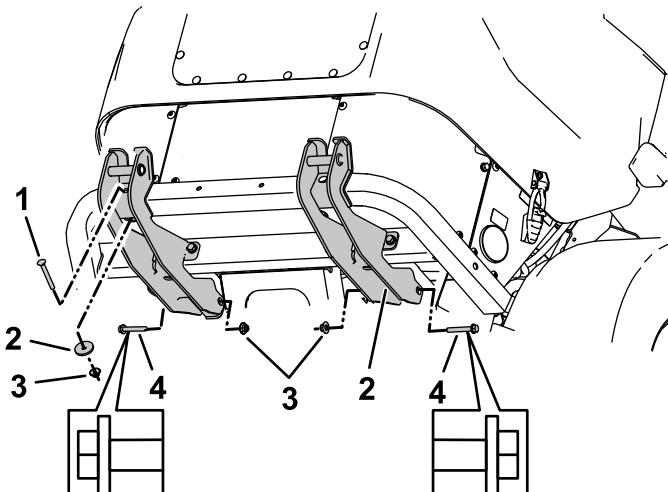

Figura 11
3. Instale provisionalmente 1 perno de cuello cuadrado (¾" x 3"), 1 arandela gruesa y 1 contratuerca (¾") en cada soporte de montaje inferior, a través de la parte delantera del parachoques trasero (Figura 11).
4. Instale provisionalmente 2 pernos (¾" x 2½") y 2 contratuerca (¾") en la parte delantera de los soportes del bastidor (Figura 11).
Nota: La cabeza de los pernos debe estar orientada hacia fuera en cada soporte (Figura 11).